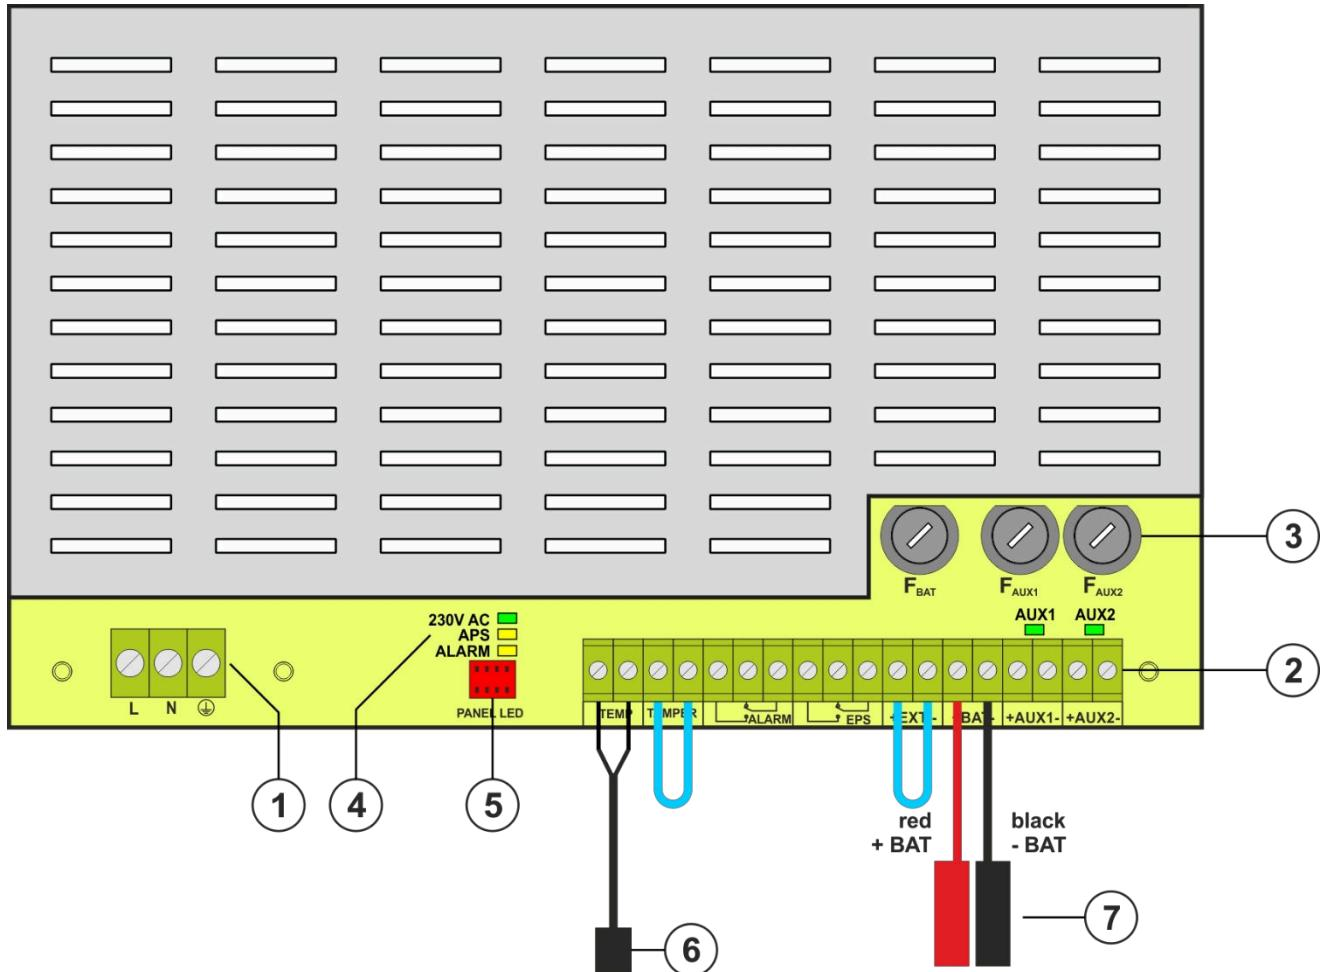

Fig. 2. Vue du module d'alimentation basé sur EN54C-2A7.
Tableau 1. Éléments du bloc d'alimentation (Fig. 2).
①	Connecteur d'alimentation 230 V avec une borne pour le raccordement d'un conducteur de protection
②	<p>Bornes :</p> <ul style="list-style-type: none"> <li>TEMP - entrée du capteur de température de la batterie</li> <li>TAMPER - entrée du micro-interrupteur d'autoprotection Entrée fermée = pas d'indication Entrée ouverte = alarme</li> <li>ALARME - sortie technique de la défaillance collective de l'unité d'alimentation - type de relais</li> <li>EPS - sortie technique d'indication de panne de courant alternatif ouvert = Panne de courant alternatif fermé = Alimentation CA - O.K.</li> <li>EXTi - entrée de défaillance externe Entrée fermée = pas d'indication Entrée ouverte = alarme</li> <li>+BAT- - bornes pour la connexion de la batterie</li> <li>+AUX1- - Sortie d'alimentation AUX1 (- AUX=GND)</li> <li>+AUX2- - Sortie d'alimentation AUX2 (- AUX=GND)</li> </ul> <p>ATTENTION ! Dans la figure 2, l'ensemble des contacts indique un état sans potentiel du relais, ce qui correspond à une coupure d'alimentation.</p>
③	<p>Fusibles :</p> <ul style="list-style-type: none"> <li>FBAT - fusible dans le circuit de la batterie,</li> <li>FAUX1 - fusible dans le circuit de sortie AUX1, FAUX2 - dans le circuit de sortie AUX2,</li> </ul> <p>Les valeurs des fusibles sont indiquées dans le tableau 4 - "Paramètres électriques".</p>
④	<p>LEDs - indication optique : 230 V AC - tension dans le circuit 230 V AC</p>
1	Bloc d'alimentation (Tab. 1, Fig. 2)